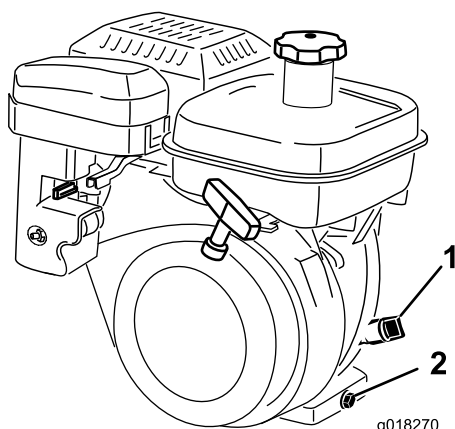

图30
2. 调整剪草机，使发动机保持水平，并清洁量油尺周围部位（图30）。
3. 逆时针旋转量油尺，然后将其取出（图30）。
请添加足够的机油，使油位升到量油尺的 H 与 L 标记之间（图30）。检查机油油位。切勿过量添加。
2. 在机器后部的排油塞下放置一个放油盘（图30）。拧松排油塞。